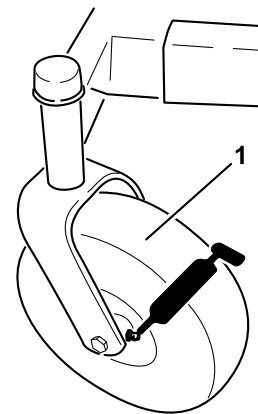
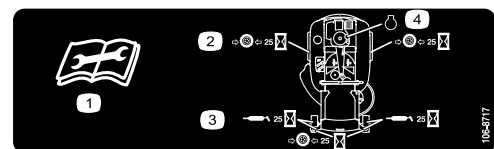

Figura 24
Figura 25
3. Limpie con un trapo los puntos de engrase (Figura 24 y Figura 25). Asegúrese de rascar cualquier pintura que hubiera sobre los puntos de engrase.
4. Conecte una pistola de engrasar a cada punto de engrase (Figura 24 y Figura 25). Bombée grasa hasta que empiece a rezumar grasa de los cojinetes.